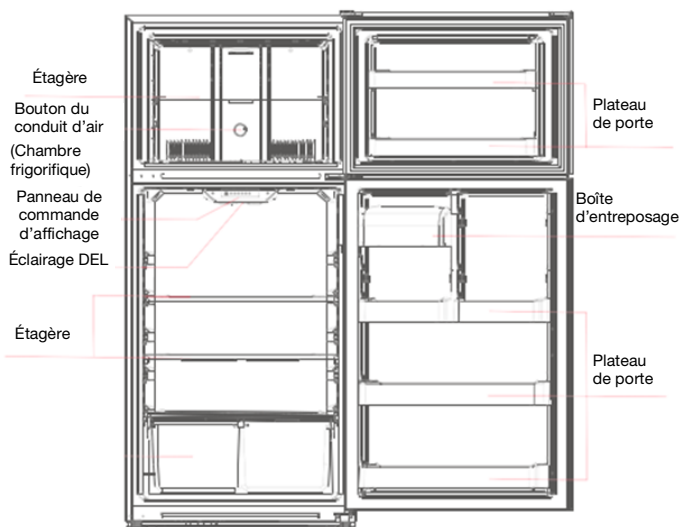

Figure 1. Modèle TSV18CPSA
**Remarque :** Les Figures 1 et 2 sont uniquement pour référence. La configuration actuelle dépendra du produit physique ou de la déclaration du distributeur.